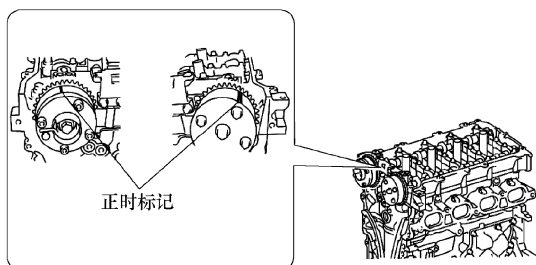

图 1-204 正时标记检查
d. 检查各凸轮轴正时齿轮上的正时标记, 如图 1-204 所示。